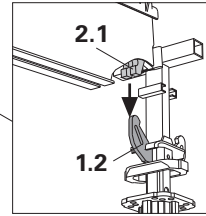

Fig. 9a
3. Placer l'étais avec tête de décintrement (1). Distance 2,275 m.
4. Mettre la poutrelle primaire SLT 225 (2) dans le support de poutrelle de la tête d'étais. (Fig. 9a, 9b, 9c)